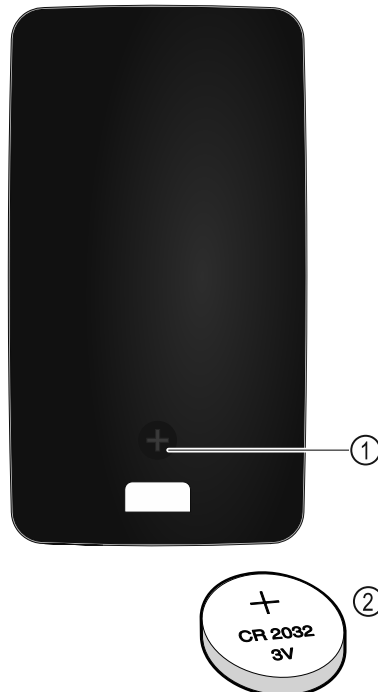

Fig. 141
Pilot jest zasilany baterią typu CR 2032 3 V Fig. 141 (2), dostępną w wyspecjalizowanych sklepach.
- ▶ Wykręcić śrubę Fig. 141 (1) z tyłu pilota.